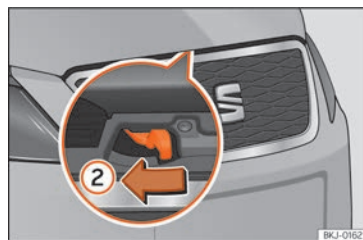

Fig. 12 Palanca bajo el capó.
• Para levantar el capó haga presión hacia la izquierda en la palanca situada debajo del capó, en el centro »» fig. 12 ②. Los ganchos de sujeción quedan desbloqueados.